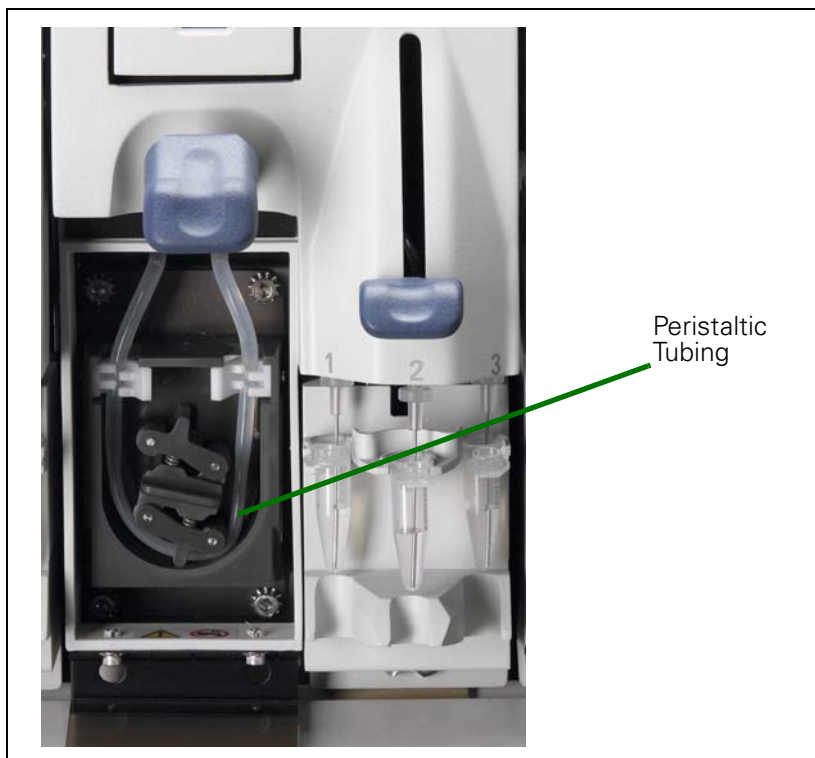

Figure 6.6
1. Open the module door (Figure 6.6).